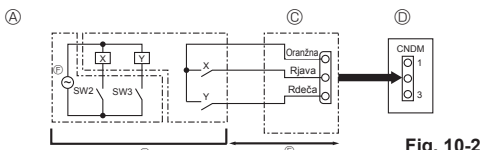

Fig. 10-2
10.2. Funkcija delovanja na zahtevo (spreminjanje na mestu) (Fig. 10-2)